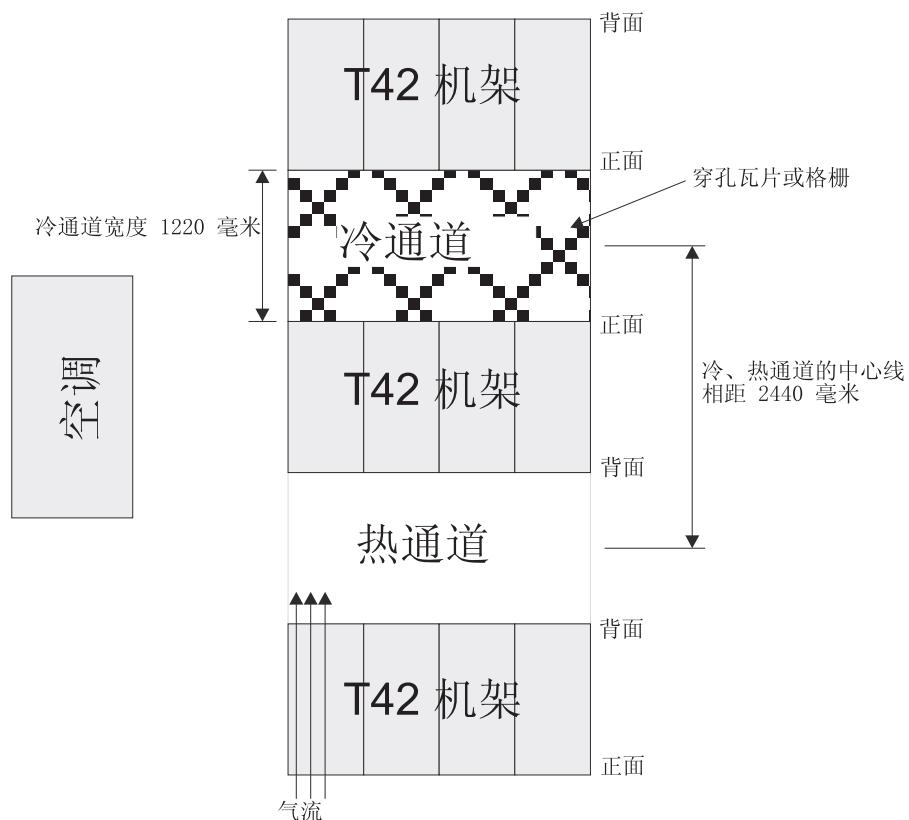

图 11. 冷通道/热通道机架配置示例
- 空气从机架前部进入, 后部流出。为防止流出机架的空气进入其他设备的进风口, 必须将机架隔行放置并且前部与前部相对、后部与后部相对。这种排列方式被称为“冷通道/热通道”, 如图 11 中所示。